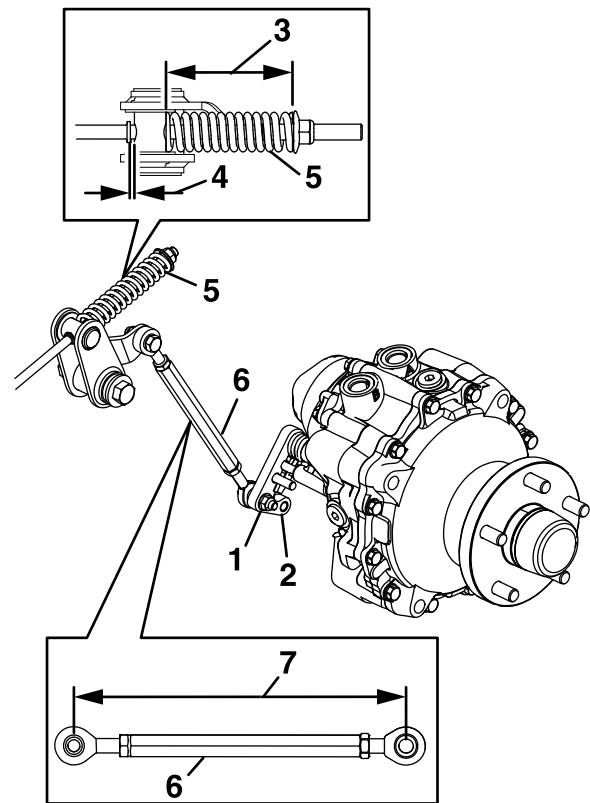

Figura 60
7. Mida la longitud del conjunto de enganche (Figura 60).
8. Mida la longitud del muelle (Figura 60).